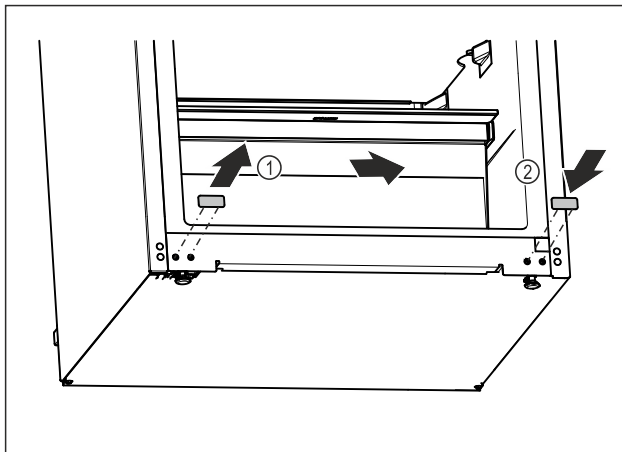

Fig. 21
- ▶ Retirer le cache de recouvrement. Fig. 21 (1)
- ▶ Placer le cache de recouvrement du côté opposé. Fig. 21 (2)